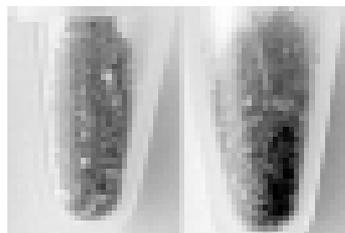

Figure 8 : Phénotype des graines des plantes de référence (à gauche) et mutante (à droite). Plusieurs graines sont placées dans un tube eppendorf.
- Une analyse phénotypique comparative. Celle-ci sera basée sur une observation visuelle des plantes (de référence ou mutante) à l'œil nu ou avec une loupe binoculaire (le phénotype des graines est présenté sur la figure 8).
Question 8 : Bilan de vos observations (en incluant la figure 8).